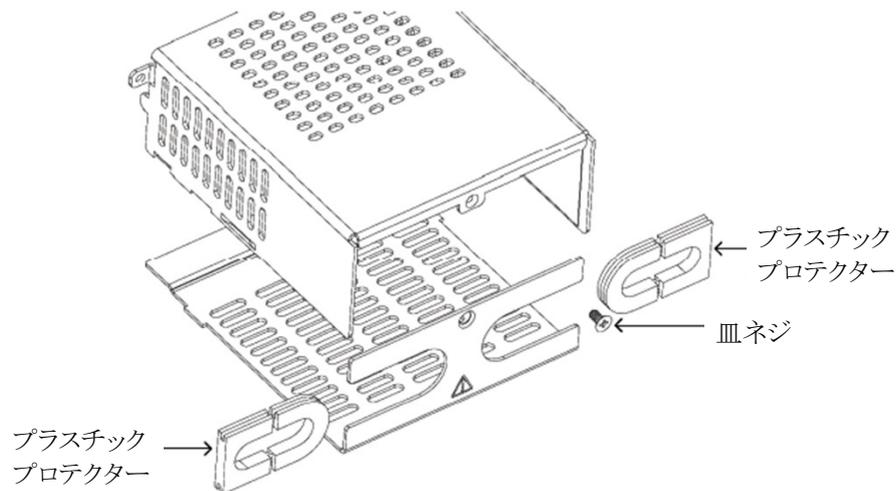

図4-25 出力端子カバーの分解方法
2. 図4-25に示すように出力端子カバー(製品に添付されています)の皿ネジを取り外して開け、プラスチックプロテクターを取り外してください。